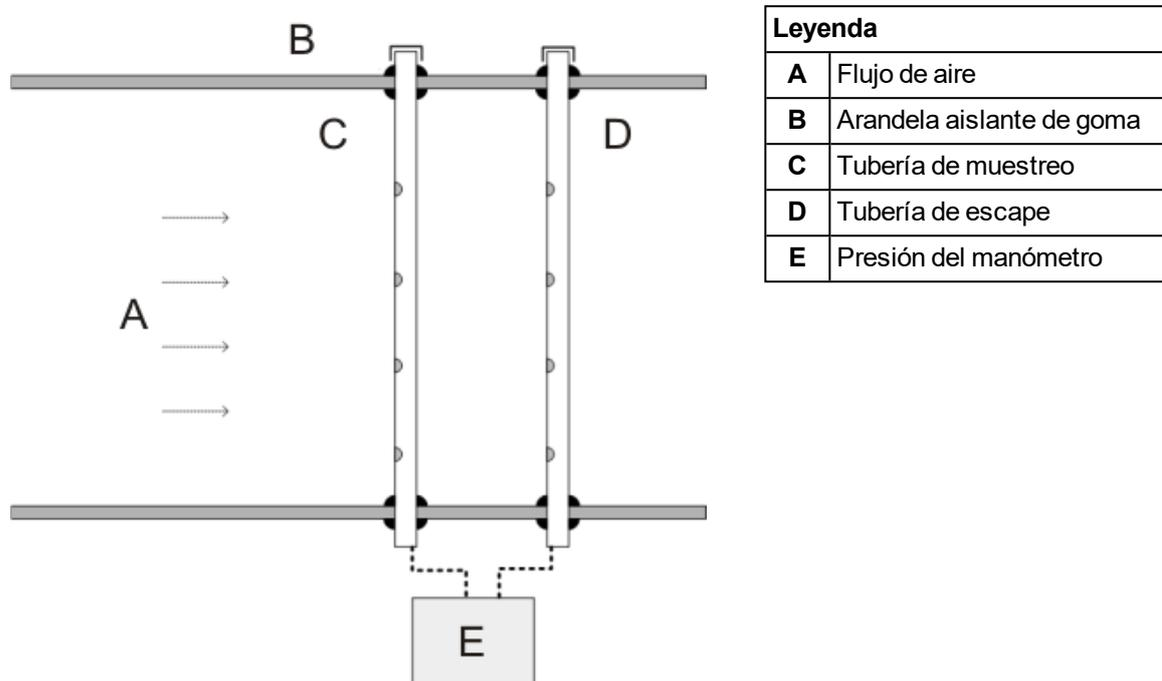
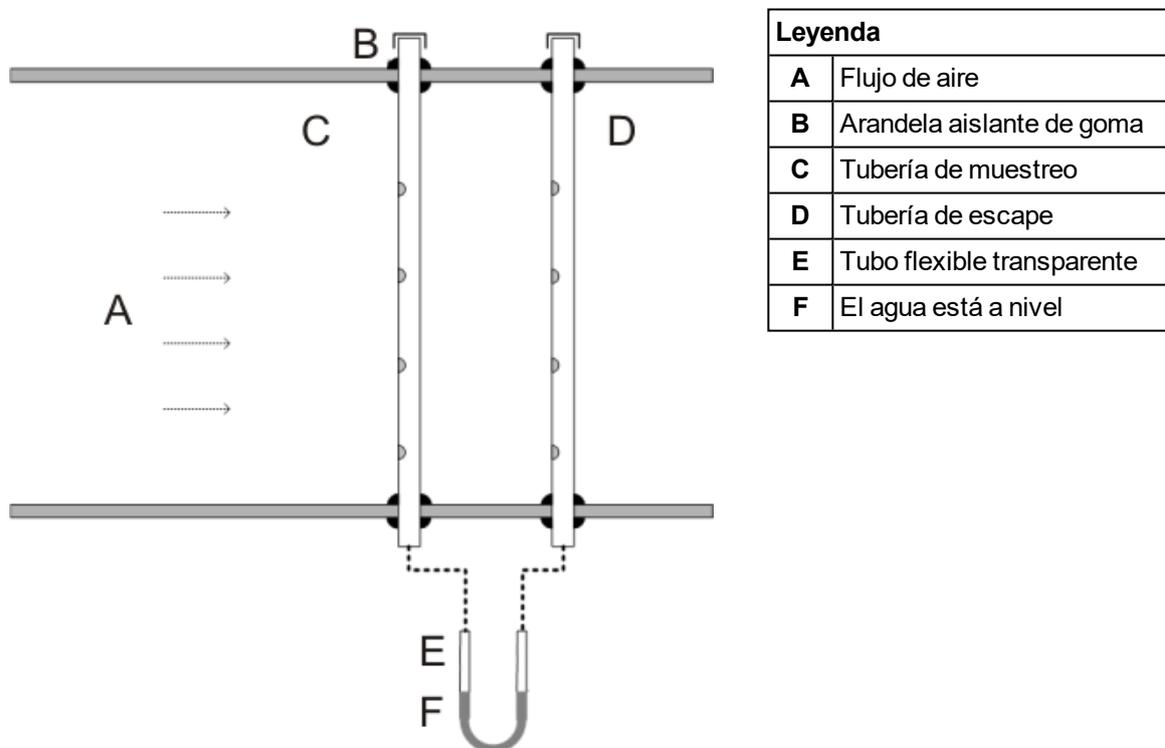

Figura 5-11: Prueba del manómetro
Figura 5-12: Prueba del tubo en U flexible
4. Uso de los métodos de prueba del manómetro (Figura 5-11) o de U flexible (Figura 5-12) para minimizar la diferencia de presión.